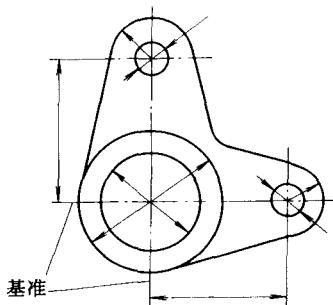

图 1-12 以两条中心线为基准
(2) 以两条中心线为基准 如图 1-12 所示，该零件具有一定的对称性。零件上两个方向的尺寸都是以两条中心线为基准划出的，这两条中心线即可作为两个方向的划线基准。